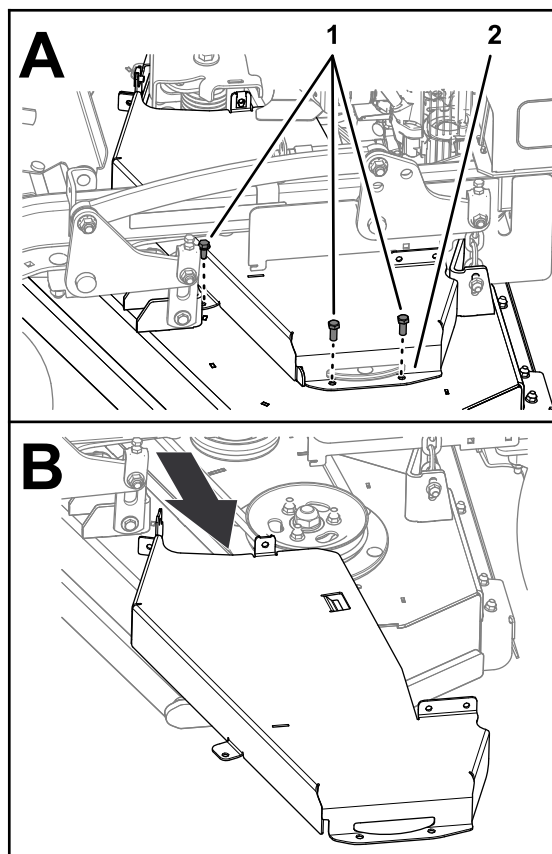

Figuur 36
3. Verwijder de 2 slotbouten en de 2 borgmoeren waarmee de linker CE-kap zijn bevestigd aan de linker drijfriemkap (Figuur 36).